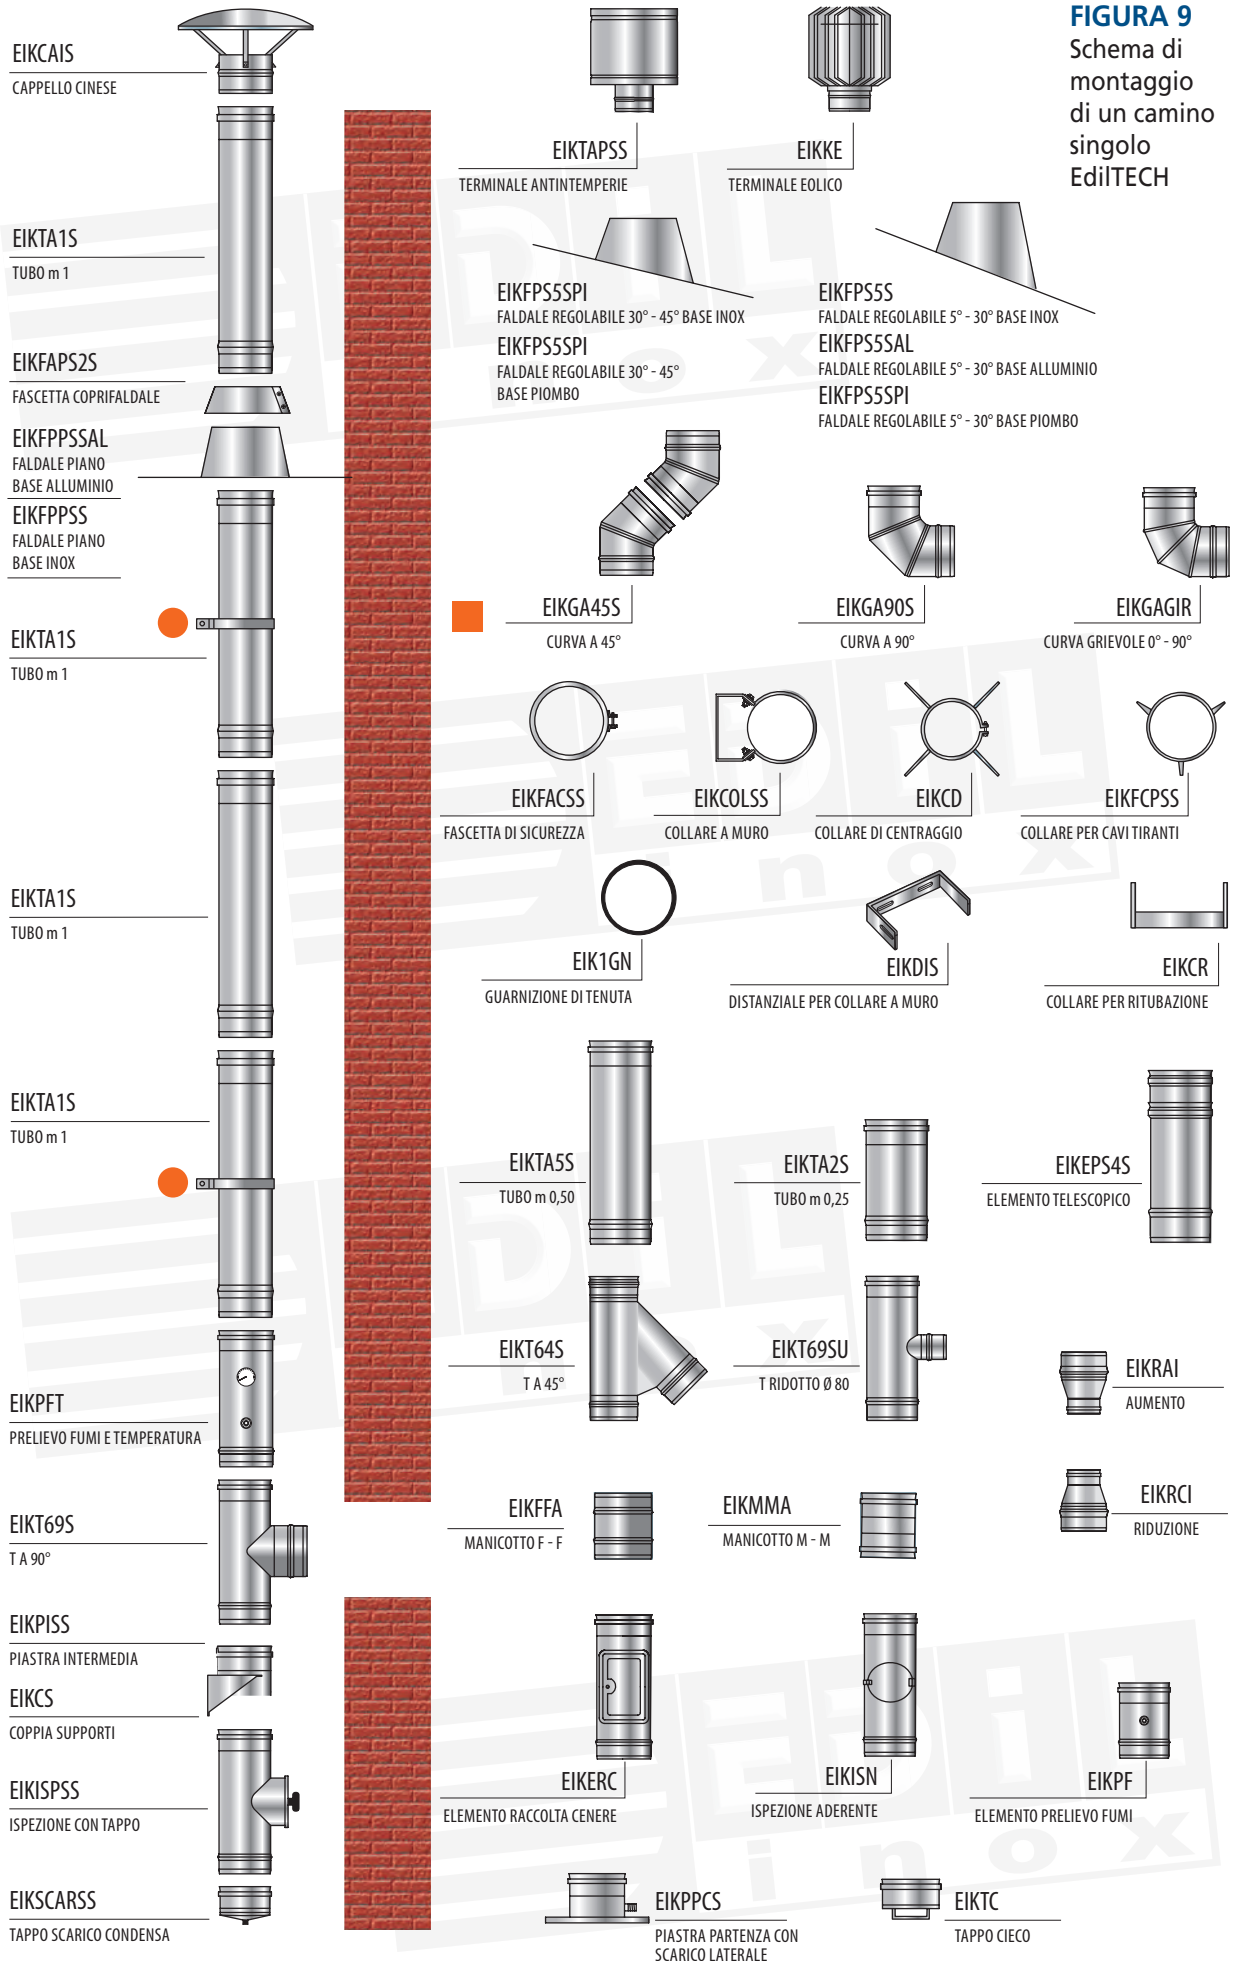

FIGURA 9
7.1.1. SCHEMA DI MONTAGGIO PER CAMINI SINGOLI (figura 9)